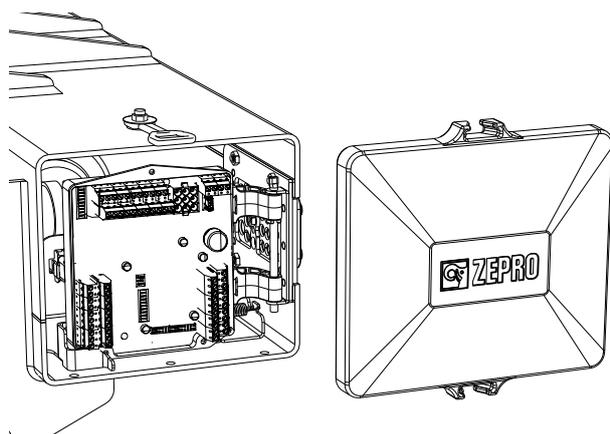

Abb. 18. Die Schutzabdeckung abnehmen.
2. Die Schutzabdeckung abnehmen und mit einer Gummischlaufe befestigen, siehe Abb. 18.